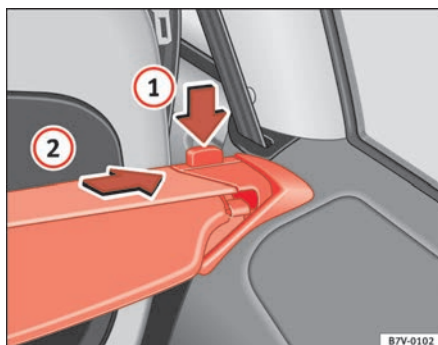

Fig. 114 Tapamaletero: soporte del lado derecho
- Presione la tecla de desbloqueo (con el tapamaletero enrollado) ⇒ fig. 114 ① en la dirección de la flecha y extraiga el tapamaletero del soporte derecho hacia arriba.
- Saque el tapamaletero del soporte izquierdo en dirección de la flecha ② y extráigalo del vehículo.